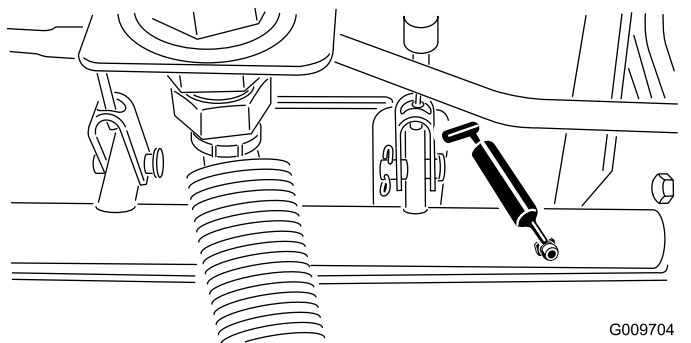

Рисунок 41
- Шарнирные опоры вала тормоза (5 шт.) (Рисунок 41)